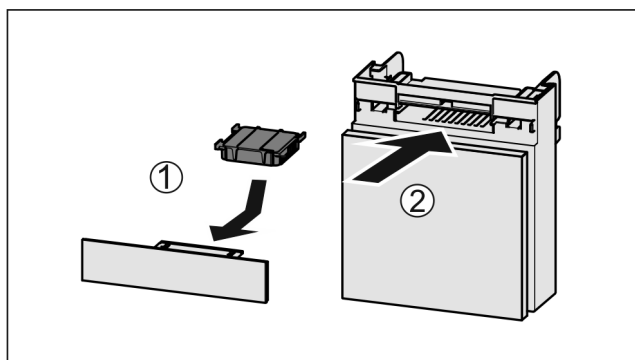

Fig. 143
- Aktivkohlefilter nach Abbildung einsetzen Fig. 143 (1).
- Fach einschieben Fig. 143 (2).